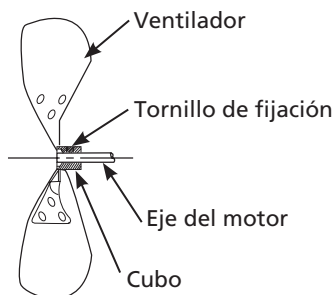

Figura 7 – Sección Transversal del Ventilador
9. Asegurándose que el tornillo de fijación esté alineado con el punto plano en el eje del motor, vuelva a instalar el ventilador como se muestra en la Figura 7. Apriete firmemente el tornillo de fijación (pero no lo apriete demasiado).